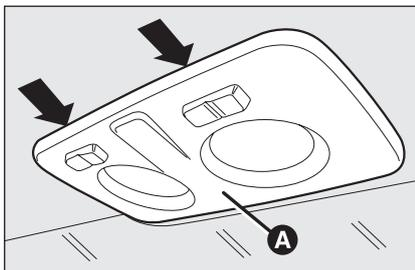
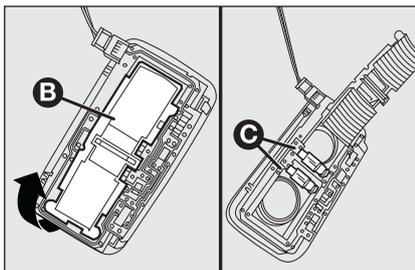

fig. 36
fig. 37
- agire nei punti indicati dalle frecce e rimuovere la plafoniera **A-fig. 36**;
- aprire lo sportellino di protezione **B-fig. 37**;
- richiudere lo sportellino **B-fig. 37** e fissare la plafoniera **A-fig. 36** nel proprio alloggiamento accertandosi dell'avvenuto bloccaggio.